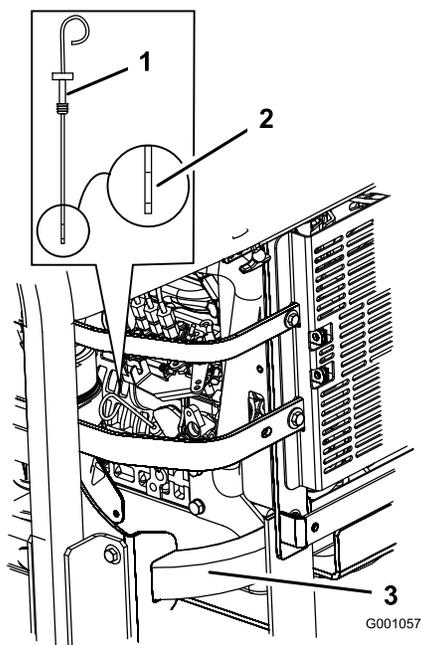

Figure 33
- Nettoyez la surface autour de la jauge d'huile (Figure 33) pour éviter que des impuretés ne s'introduisent dans le goulot de remplissage, ce qui risquerait d'endommager le moteur.
- Sortez la jauge d'huile et essuyez soigneusement l'extrémité métallique (Figure 33).
- Enfoncez la jauge complètement dans le goulot de remplissage. Ressortez la jauge et examinez l'extrémité métallique (Figure 33). Si le niveau est bas, versez lentement une quantité d'huile suffisante dans le trou de remplissage pour amener le niveau au repère du plein.